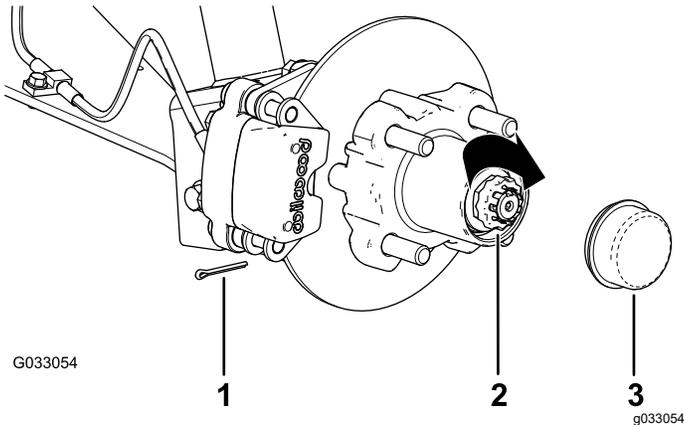

Bild 34
8. Befestigen Sie den Halter über der Mutter und prüfen Sie die Ausfluchtung des Schlitzes im Halter und dem Loch in der Spindel für den Splint (**Bild 34**).
9. Setzen Sie den Splint ein und biegen Sie jeden Abschnitt um den Halter (**Bild 34**).
10. Setzen Sie den Staubdeckel auf die Radnabe (**Bild 34**).